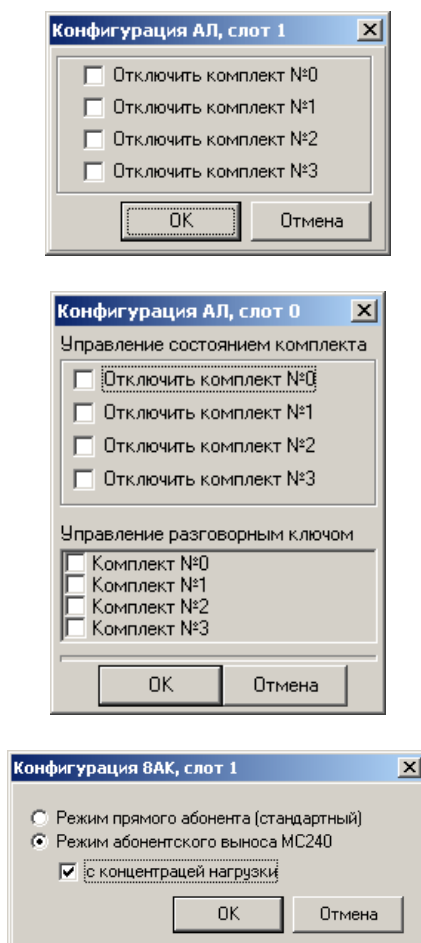

Рисунок 9
- щелкнуть правой кнопкой мыши на изображении нужной платы периферии и выбрать из контекстного меню пункт «*конфигурация платы*», после чего появится окно конфигурации (рис. 9);